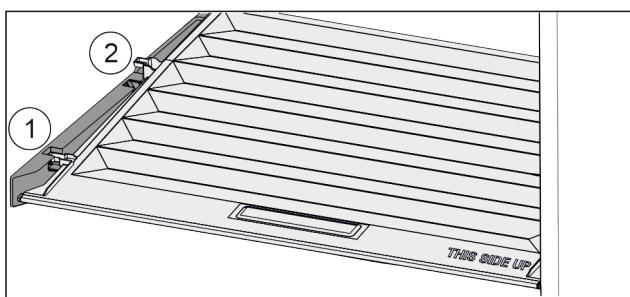

Fig. 50
- Издърпайте напред Fig. 50 (1) капака до отвора в задържащите части.
- Повдигнете го отзад отдолу и отстранете Fig. 50 (2) нагоре.